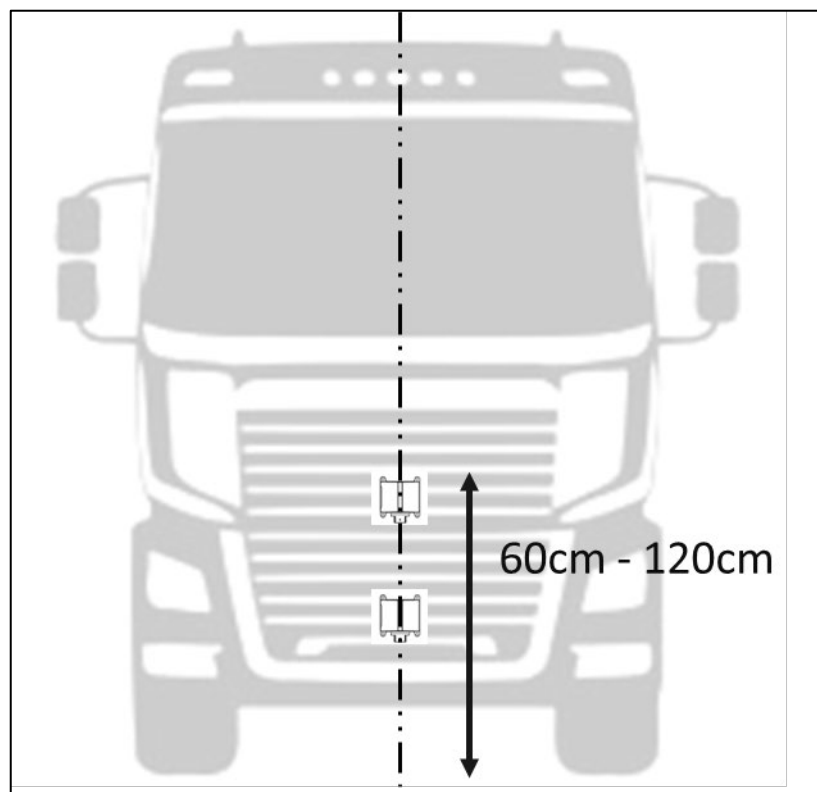

Figura 2-1 Installazione del centro radar
- Il radar deve essere installato al centro del veicolo, come indicato nella figura 2-1.